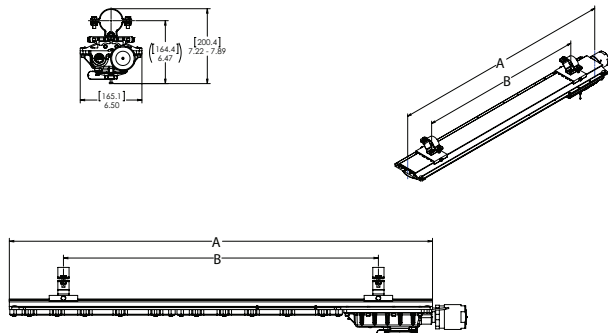
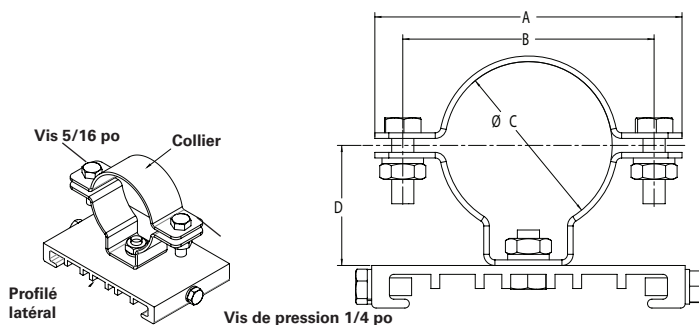

Figure 6. TROUSSE – Montage sur mât
Figure 7. TROUSSE – Détails du montage sur mât
- 2. Avant l'installation, s'assurer que le diamètre intérieur du collier (voir la figure 7) est compatible avec le diamètre du mât. Les colliers sont disponibles dans les tailles 1,65 po (42 mm), 2 po (51 mm) et 2,36 po (60 mm).
- 3. Les supports de montage sur mât peuvent être espacés selon la convenance; il est recommandé de les séparer d'au moins 18 po (457 mm) (voir la figure 6 et le tableau pour les valeurs d'espacement).
- 4. Faire glisser les deux (2) supports de montage sur mât sur le luminaire de manière à engager les brides.
- 5. Serrer à fond les deux (2) vis de pression de 1/4 po sur chaque support coulissant (voir la figure 7). Visser au couple de 78 po-lb (8,8 N.m).
- 6. Retirer les deux (2) vis de 5/16 po, les rondelles de verrouillage et les écrous de chaque collier et retirer les moitiés supérieures des colliers.
- 9. Sur chaque collier, installer les deux (2) moitiés supérieures des colliers et les vis de 5/16 po, les rondelles de verrouillage et les écrous.